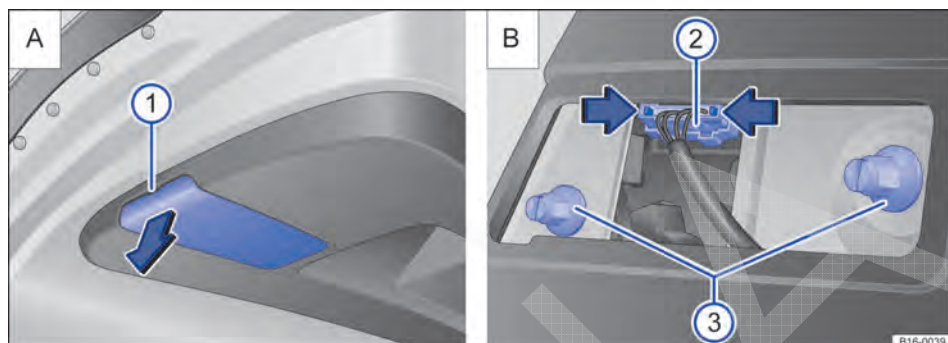

Fig. 225 Na tampa do compartimento de bagagem: A: desmontar tampa da lanterna traseira, B: desmontar lanterna traseira.
3.	Com a haste da chave de fenda das ferramentas de bordo ⇒ Página 351, levantar cuidadosamente a cobertura no entalhe ⇒ Fig. 225 A ①.
4.	Apertar os encaixes no conector ⇒ Fig. 225 B ② no sentido da seta e puxar o conector.
5.	Soltar os parafusos ⇒ Fig. 225 B ③ e retirar cuidadosamente a lanterna traseira da tampa do compartimento de bagagem.
9.	Segurar a lanterna traseira na posição de montagem com uma das mãos e rosquear os parafusos de fixação com a outra mão ⇒ Fig. 225 B ③.
10.	Encaixar o conector ⇒ Fig. 225 B ② no suporte da lâmpada.